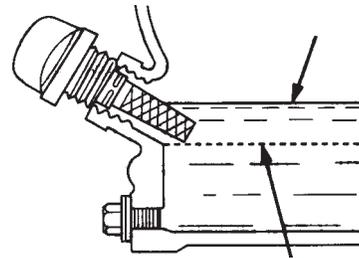

Figure 18. Jauge d'huile de moteur (Niveau d'huile)
4. Si le niveau d'huile est bas (Figure 18), remplissez jusqu'au bord du trou de remplissage d'huile avec le type d'huile recommandé (Tableau 4). La capacité maximale d'huile est de 400 cm³.